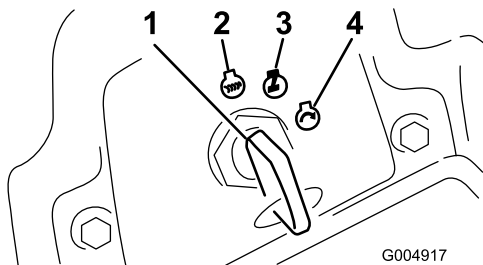

Figura 17
6. Gire la llave de contacto a la posición Marcha (Figura 17).
3. Gire la llave de contacto a la posición de Desconectado (Figura 17). Espere a que se detengan todas las piezas en movimiento antes de abandonar el puesto del operador.